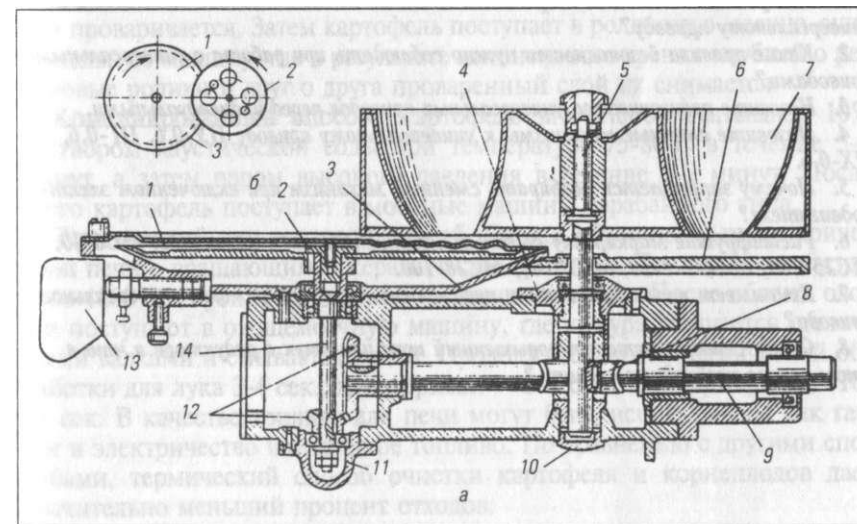

Рис. 2-13. Механизм для нарезки сырых овощей МС27-40.
**Механизм для нарез/си свежих овощей МС27-40 (рис. 2.13).** Механизм приводится в действие универсальным приводом ПХ-0,6 и предназначен для нарезки огурцов, помидоров, редиса, лимонов и лука ломтиками.